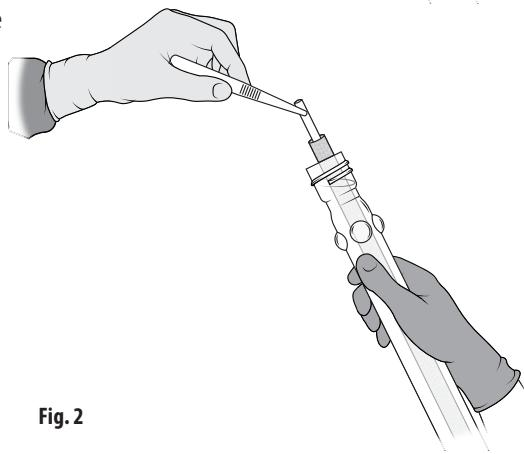

Fig. 2
4. Spindelen vil flyte over slangeåpningen. Fjern protesen fra røret på en aseptisk måte ved å ta tak i enden av spindelen og løfte den forsiktig ut av røret. Fig. 2. Ikke la protesen komme i kontakt med den ytre enden av røret. "T"-en på bunnen av spindelen forhindrer at graftet glir av spindelen.